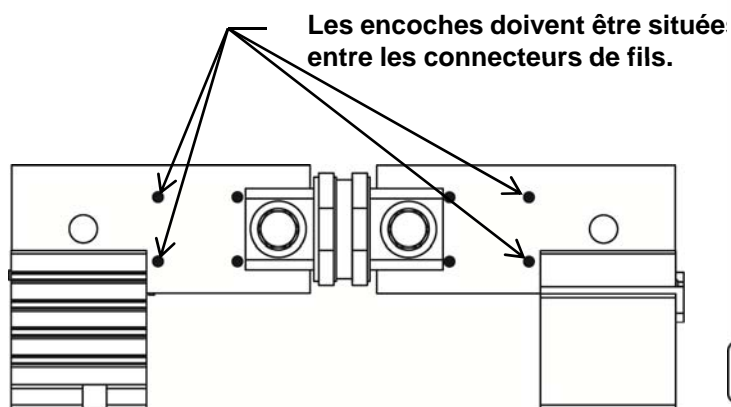

Fig. 5
4. Insérer l'ensemble de fusible « T » dans les ensembles de mâchoire, tel qu'illustré aux Fig 5 et 6.